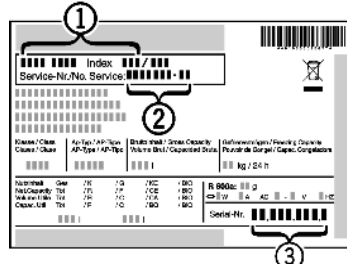

Fig. 24
- ▶ Denominación del aparato Fig. 24 (1), nº del servicio técnico Fig. 24 (2) y nº de serie Fig. 24 (3) en la placa de identificación. La placa de identificación se encuentra en la parte interior izquierda del aparato.
- ▶ Informe al servicio postventa e indique el fallo, la denominación del aparato Fig. 24 (1), el nº del servicio técnico Fig. 24 (2) y el nº de serie Fig. 24 (3).